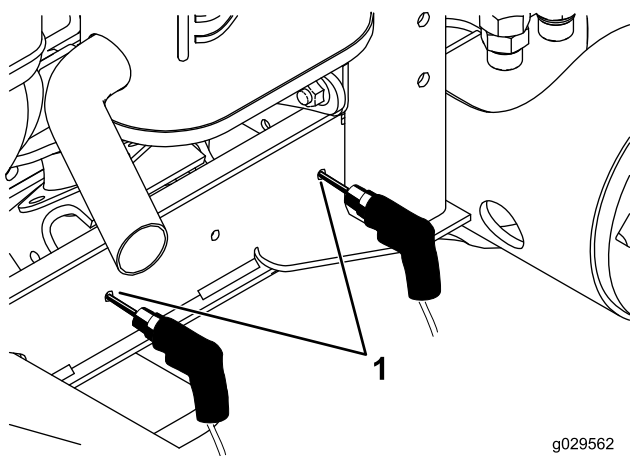

Figura 35
10. Nos locais marcados no passo 8, perfure dois orifícios (diâmetro de 0,71 cm) no canal da estrutura (Figura 35).